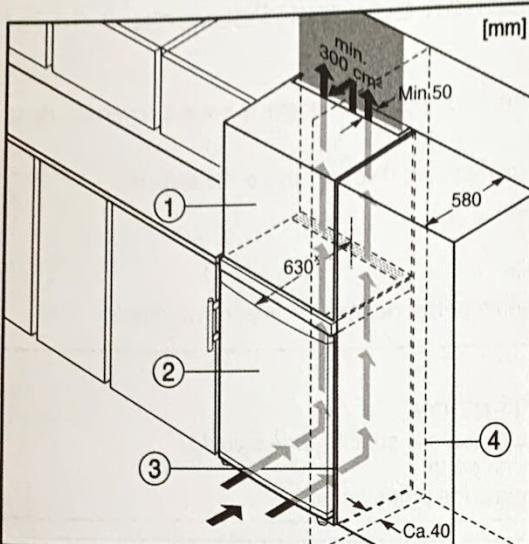

Fig. 5
- (1) Élément haut
(2) Appareil
(3) Placard de cuisine
(4) Mur
L'appareil peut être réagencé avec des buffets de cuisine. Pour adapter l'appareil Fig. 5 (2) à la hauteur du coin cuisine, une rehausse Fig. 5 (1) peut être posée sur l'appareil.
Lors de la transformation avec des placards de cuisine (profondeur max. 580 mm), l'appareil peut être placé directement à côté du placard de cuisine Fig. 5 (3). L'appareil dépasse latéralement de 34 mm * et de 50 mm * au centre de l'appareil par rapport à la face avant du placard de cuisine.
Si l'appareil est installé avec les charnières à côté d'un mur Fig. 5 (4), la distance entre l'appareil et le mur doit être de 40 mm min. Ceci correspond à la saillie de la poignée lorsque la porte est ouverte.